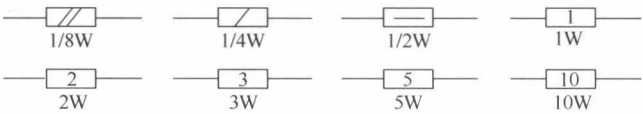

图 1-9 电路图中电阻器的额定功率标志
3) 在电路图中，为了表示电阻器的额定功率大小，一般会在电阻器符号上标注一些标志。电阻器上标注的标志与对应额定功率值如图 1-9 所示，1W 以下用线条表示，1W 以上的直接用数字表示额定功率大小（旧标准用罗马数字表示）。